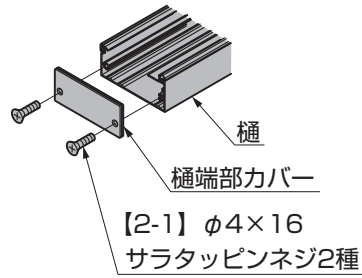

図2-8
- ③ 樋端部カバーを樋の両端に【2-1】で取付けてください。(図2-8参照)